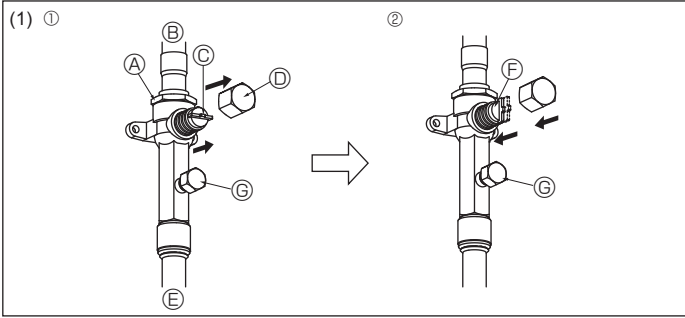

Fig. 4-11
- Basınç (2) ve (3) adımda düşerse, gaz kaçağı var demektir. Gaz kaçağının kaynağını araştırın.
- Gaz tarafı (Fig. 4-11)